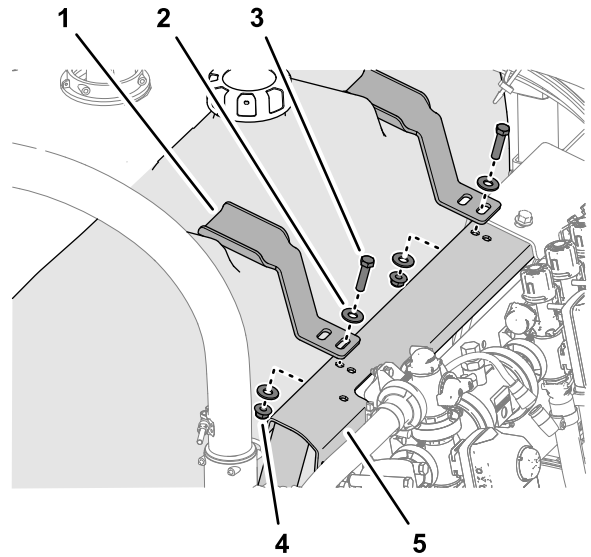

图 16
1. 将压紧装置支架与模制在冲洗水箱顶部的释放装置对齐图 16。
2. 将压紧装置支架上的槽与阀门安装架上的孔对齐图 16。
3. 用在卸掉冲洗水箱(页码 5)中卸下的 1 个螺栓 $\frac{3}{8} \times 1\frac{1}{2}$ 英寸、2 个垫圈 $\frac{3}{8}$ 英寸和 1 个凸缘锁紧螺母 $\frac{3}{8}$ 英寸将压紧装置松松地组装到阀门安装架上图 16。
4. 对冲洗水箱中另一凹槽处的另一个压紧装置重复步骤 1 至 3 图 16。